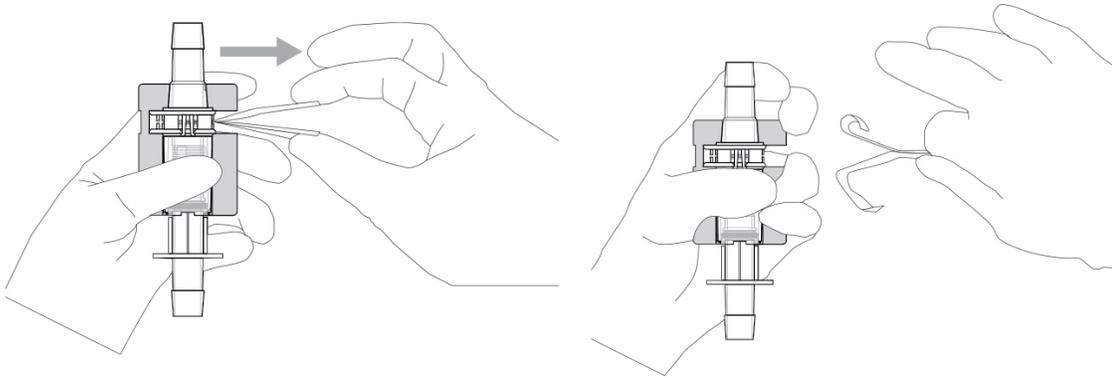

Abbildung 5.33. Entfernen der Abziehstreifen vom Konnektor.
6. Halten Sie die Montagehilfe in einer Hand, sodass der Kleenpak Konnektor nach außen zeigt, und stützen Sie dabei mit dem Daumen den Kleenpak Konnektor in der Montagehilfe ab. Ergreifen Sie mit der anderen Hand die beiden Abziehstreifen so nah wie möglich an der Montagehilfe (um einen sicheren Griff zu gewährleisten), und ziehen Sie dann beide Streifen zusammen mit einer flüssigen, gleichmäßigen Bewegung ab. Achten Sie darauf, dass der Kleenpak Konnektor sich im rechten Winkel zu den Abziehstreifen befindet (Abbildung 5.33).